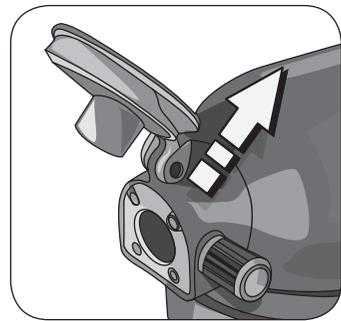

Fig. 12
- 2 Sollevare il tappo (W) dell'attacco per accessori (X) posizionato sul braccio dell'apparecchio (Fig. 12).